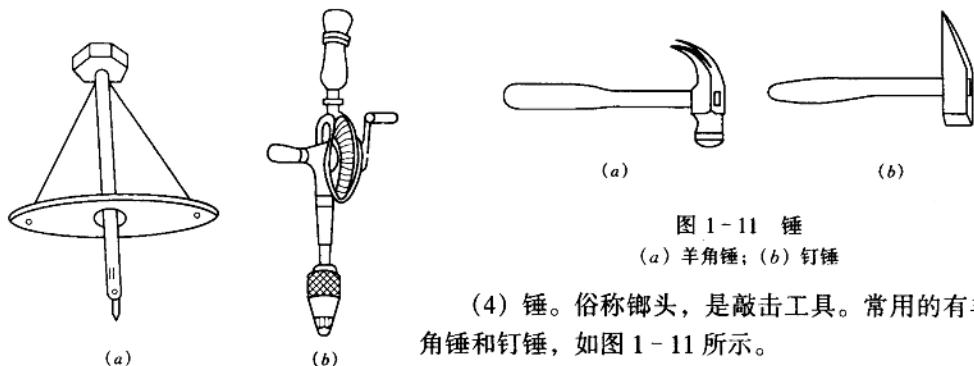

图1-10 钻
(3) 钻。钻的种类较多，如牵钻、陀螺钻、螺旋钻、弓摇钻、手摇钻等。目前，多用手提式电钻。图1-10是陀螺钻和手摇钻。钻的主要作用是打孔，如门窗、家具及木结构上螺丝、上合页、上锁等都要在产品或工件上钻孔。